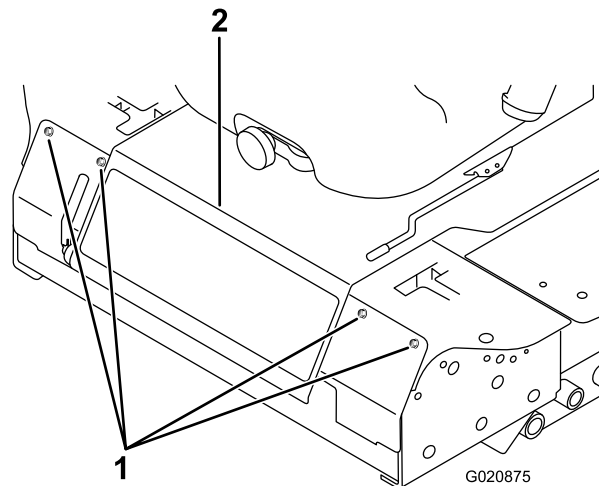

Figure 50
2. Retirez les boulons de fixation du panneau avant et déposez le panneau (Figure 50).